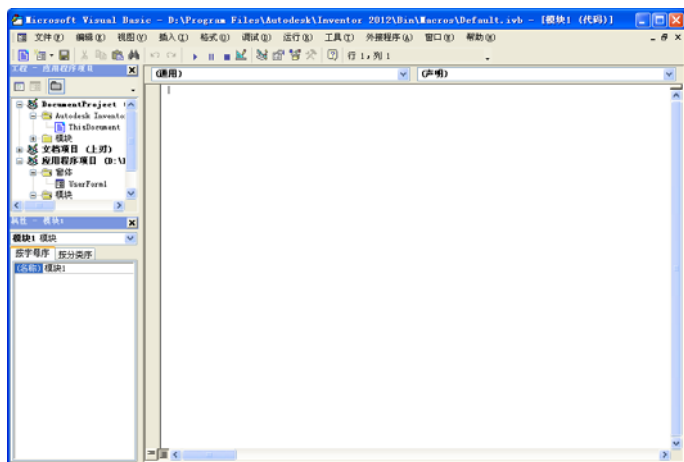
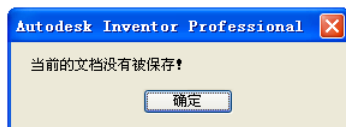
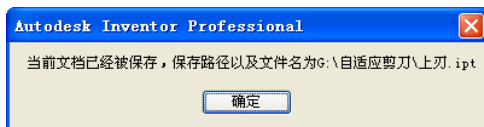

图 15-1 VB 编辑器窗口
图 15-2 文档未保存时的对话框
图 15-3 文档保存后的对话框
(1) 这个程序用来判断当前激活的文档是否已经保存。运行 Inventor，选择【工具】标签栏，单击【选项】面板上的【VBA 编辑器】选项，打开如图 15-1 所示的 Visual Basic 编辑器窗口。在其中输入以下所示的代码：
(2) 点击图 15-1 所示的 VB 编辑器窗口标准工具栏上的【运行子过程/用户窗体】按钮 , 如果此时文档没有被保存的话，则打开如图 15-2 所示的警告窗口。如果文档已经保存的话，则打开如图 15-3 所示的警告窗口。